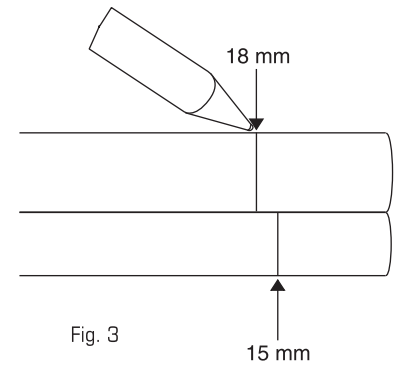

Fig. 3
- a. **Coloque** ambos lados de los tubos ROJOS en el nuevo ensamble de regulador de presión de este estuche en la parte de arriba del diagrama (Fig. 3) y **márquelos** en las flechas.
- b. **Coloque** el tubo ROJO anexado al grifo **eSpring** instalado arriba en el diagrama (Fig. 3) y **márquelos** en las flechas.
- c. **Coloque** el tubo AZUL anexado al conector T largo de $\frac{3}{8}$ " x $\frac{1}{4}$ " x $\frac{5}{16}$ ", componente h en Fig. 1, en la parte baja del diagrama (Fig. 3) y **márquelos** en las flechas.
- d. Use una regla o **coloque** el tubo del suministro de agua fría en la parte alta del diagrama y **marque** una línea a $\frac{3}{4}$ " (18mm) o en la flecha, (Fig. 3).